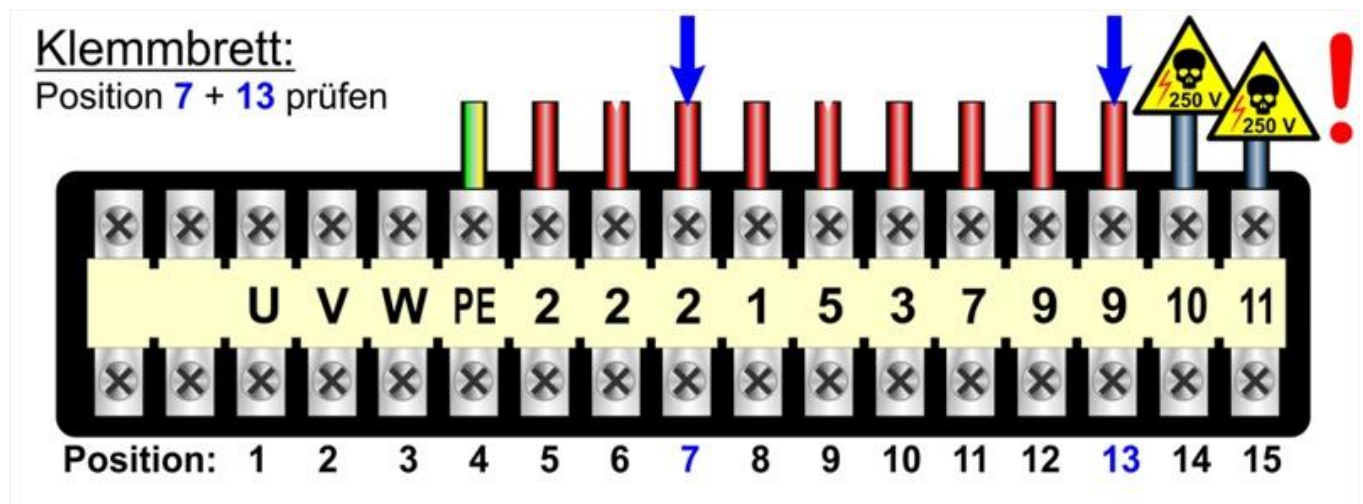

Bild 13.3.1
c) Stromspannung ist nicht korrekt	<p>c) Bitte überprüfen Sie am Klemmbrett (Bild 13.3.1) ob an folgenden Positionen 24 V Spannung anliegen: Position 7 (mit Aufdruck „2“) und Position 13 (mit Aufdruck „9“).</p> <p>Falls ja, dann prüfen Sie als nächstes, ob am Ende der Zuleitung zum elektrischen Ablassventil 24 V anliegen.</p> <p>Falls dies der Fall ist, dann prüfen Sie, ob die Anschlüsse am</p>